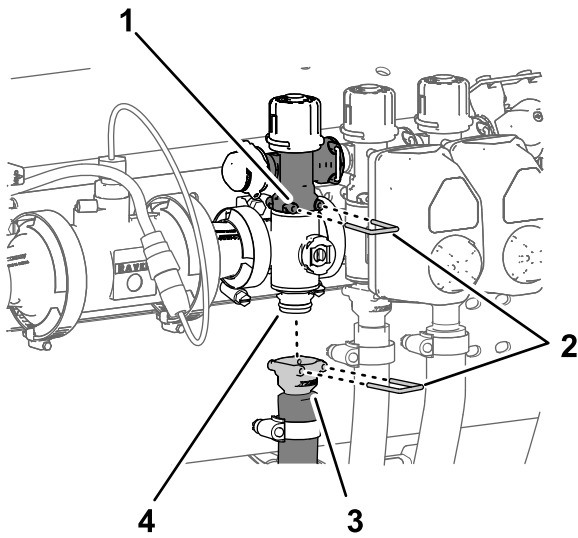

図 133
3. ブームバルブマニホルドのクイックコネクフィッティングを、ブームバイパスバルブのクイックディスプレイソケットに組み付けて、クイックコネクピンで固定する 図 132 と 図 133。
- boomホースのクイックコネクタカップラを、boomバルブマニホールドのクイックコネクタフィッティングに組み付けて、クイックコネクタピンで固定する 図 133。